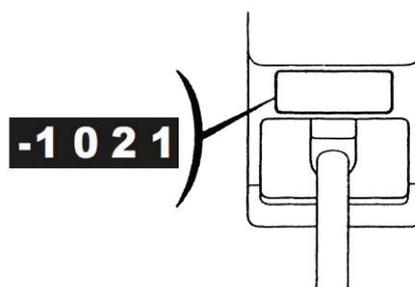

рис.9
6.3 Переключение скорости („вперёд“/„нейтраль“/„назад“) (см. рис.9)
- перевести рычаг переключения скорости в нужное положение (рис.9);